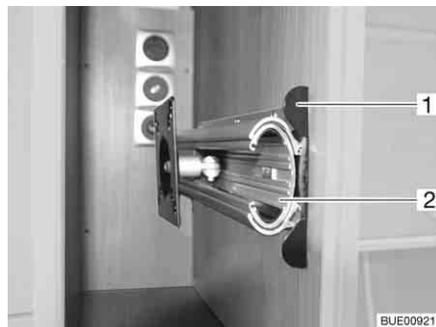

Bild 73 Halterung im TV-Schrank
- Entriegelungsleiste (Bild 73,1) hineindrücken.
- Auszug (Bild 73,2) bis zum Anschlag herausziehen.
- Auszug (Bild 73,2) einschieben, bis die Entriegelungsleiste (Bild 73,1) einrastet.